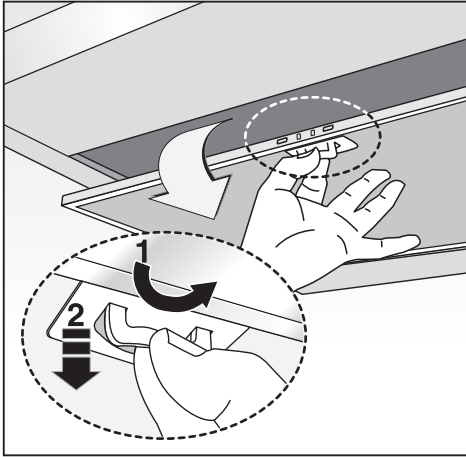

Fig.15
composto di due o più parti, la parte superiore deve essere all'esterno di quella inferiore. Non collegare lo scarico della cappa ad un condotto in cui circoli aria calda o utilizzato per evacuare fumi degli apparecchi alimentati da un'energia diversa da quella elettrica. Prima di procedere alle operazioni di montaggio, per una più facile manovrabilità dell'apparecchio disinserire il filtro/i antigrasso (Fig.15).
-Se il vostro apparecchio è dotato di camino decorativo inferiore che necessita di fissaggio al corpo cappa con le viti, rimuovere dalla cappa i filtri antigrasso agendo sulle apposite maniglie (Fig.15).